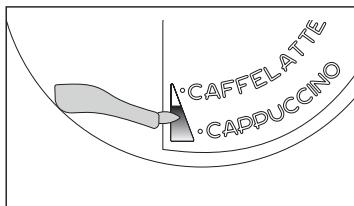

Fig. 41
- ▶ Posizionare il cursore montalatte (C1) tra le scritte CAPPUCINO e CAFFELATTE stampigliate sul coperchio del contenitore latte. È possibile regolare la qualità della schiuma: spostando leggermente il regolatore verso la scritta CAFFELATTE si ottiene una schiuma più compatta. Spostando invece verso la scritta CAPPUCINO si ottiene una schiuma meno densa (Fig. 41).